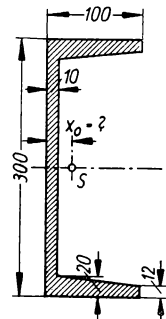

Bild 80
**219.** Ein C-Stahl hat die in Bild 80 angegebenen Abmessungen. In welcher Entfernung  $x_0$  von der äußeren Stegkante liegt der Schwerpunkt?